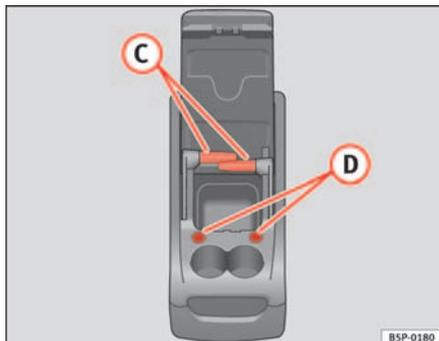

Fig. 112 Cassetto portaoggetti estraibile. Funzioni
Per utilizzare il tavolo (C) ⇒ fig. 112 estrarlo dal suo alloggiamento nel lato del cassetto portaoggetti estraibile e collocarlo nel suo alloggiamento (D) ⇒ fig. 112 nella parte anteriore del cassetto portaoggetti estraibile.